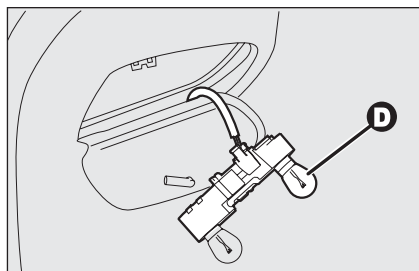

fig. 36
- enlever et remplacer l'ampoule intéressée en la poussant légèrement et en la tournant dans le sens inverse des aiguilles **fig. 36**: